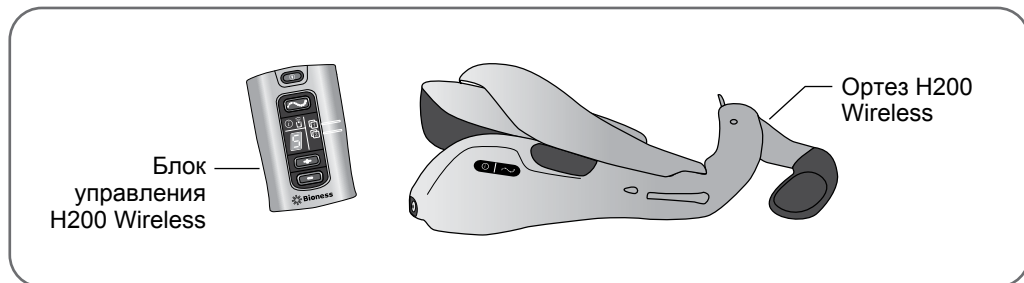

Рисунок 12-1. Расположение компонентов, подлежащих регистрации
2. Расположите компоненты, подлежащие регистрации, на столе близко друг к другу, но так, чтобы они не соприкасались. См. рисунок 12-1.